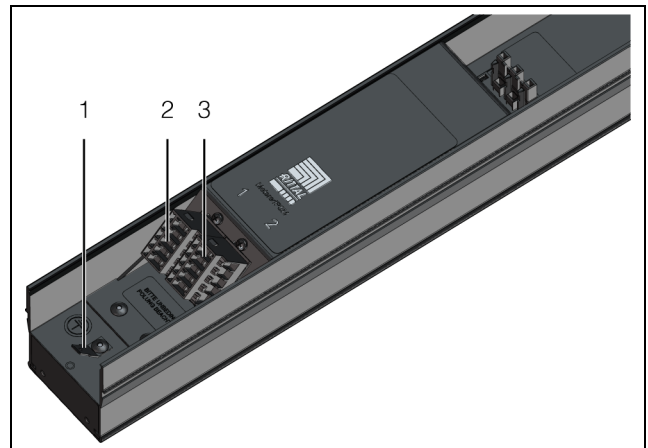

Abb. 4: Anschlüsse
- Verbinden Sie den Gehäuse-Erdungspunkt (Abb. 4, Pos. 1) der PSM Stromschiene im Bereich der Einspeisung leitend mit dem Schrankrahmen.
- Schließen Sie ein Anschlusskabel am Anschluss „Einspeisung 1“ (Abb. 4, Pos. 2) oder am Anschluss „Einspeisung 2“ (Abb. 4, Pos. 3) der PSM Stromschiene sowie an der Netzversorgung an.